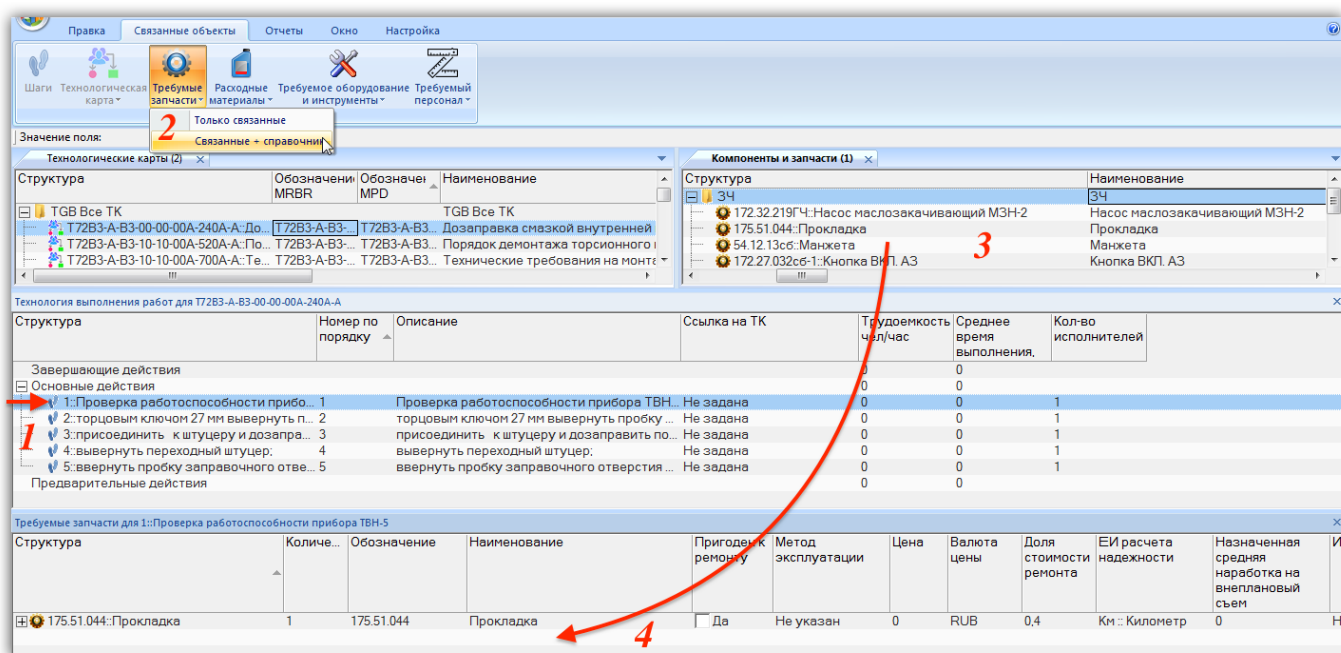

Рис. 17-72 – Запчасти для шага технологии
- 1) Выделить шаг технологии в связанном окне «Технология выполнения работ» для техкарты (1 на рис. 17-72).